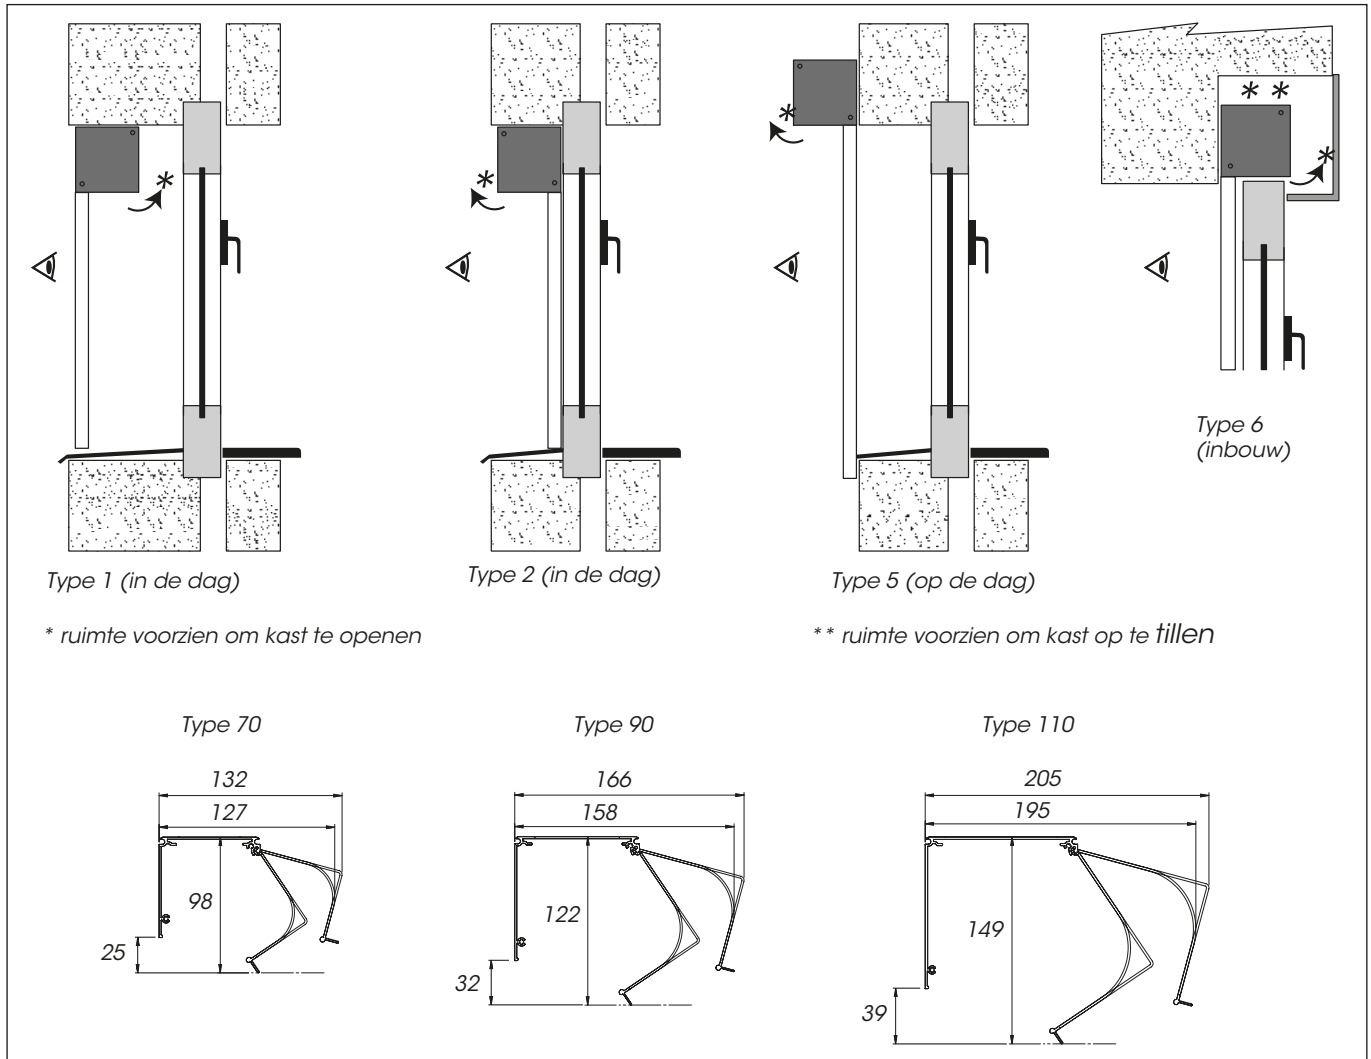

Fig. 9: Montagemogelijkheden
**BUITENmontage:** bediening is steeds van buiten gezien! (het doek bevindt zich aan de buitenzijde van het raam) (zie fig.9)